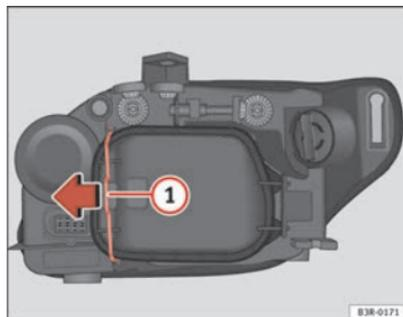

Fig. 194 Anabbaglianti
Anche se non necessario, estrarre prima la copertura ⇒ pag. 274, fig. 194, rende più facile la sostituzione. ■
- Far scorrere il tirante ⇒ fig. 194 ① nel senso della freccia e sfilare la copertura separando prima il lato del tirante ed estraendo dopo le due linguette dell'estremità opposta.